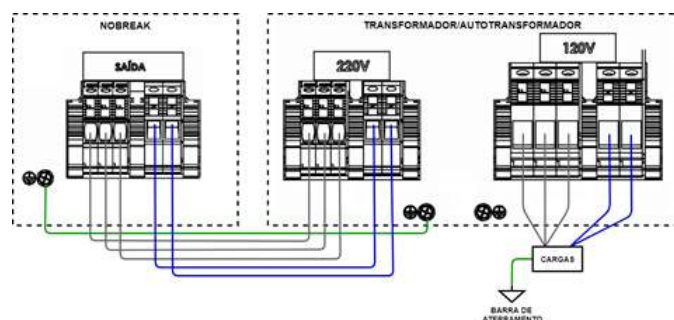

Figura 5.8: : Instalação elétrica – conexão das cargas de 120 V.
- Com uma chave de fenda apropriada para bornes, conectar os cabos entre os bornes F e N do conjunto SAÍDA do Nobreak e os bornes F e N da entrada de 220 V do acessório transformador, conforme exemplificado na Figura 5.8;